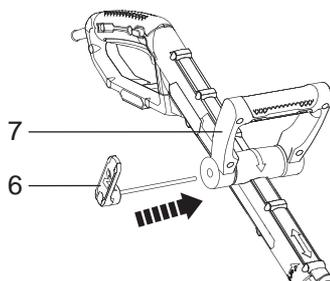

Fig. 4
- > Puis fixez la poignée en serrant l'écrou. (Fig 4)